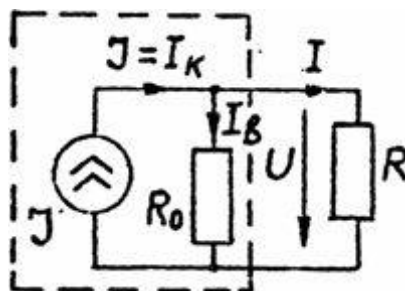

Рис. 2
Уравнению (2) соответствует схема замещения, приведенная на рис. 2. Здесь $I_B = U/R_0$ и $I_k = E/R_0$, $I = I_k - I_B$, тогда (3)